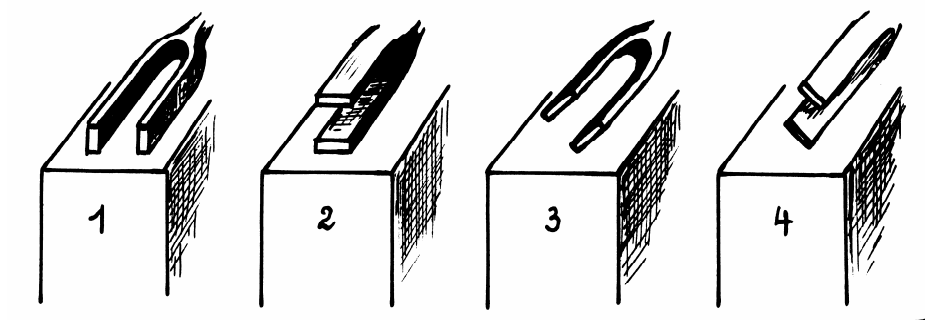
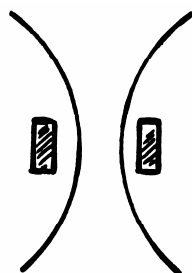

Figura 13.4
Figura 13.5
C) A Posição do diapasão na caixa também é importante. Bata no diapasão e coloque-o próximo à abertura da caixa de ressonância como mostra a Figura 13.4 abaixo. Faça para cada uma das quatro posições. Na posição 1 ou 2 a ressonância é forte. Na posição 3 ou 4 a ressonância é fraca ou nula, porque coincide com a hipérbole de interferência (veja Figura 13.5).